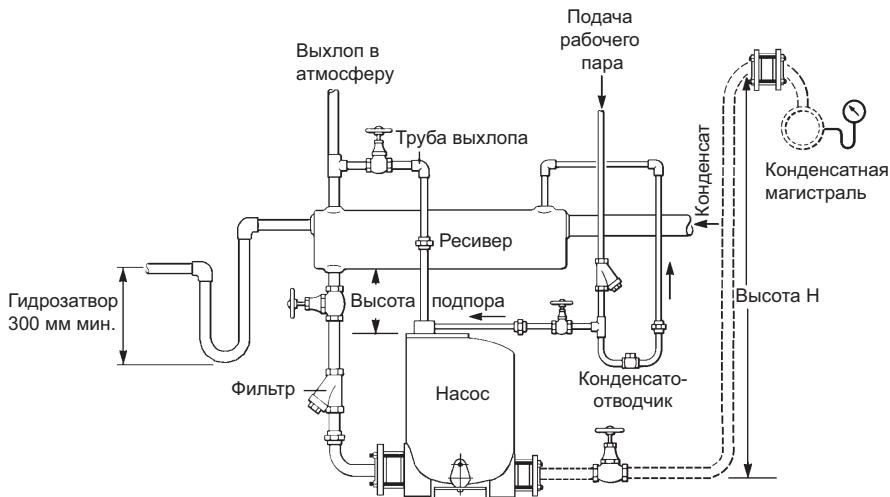

Рис. 2
- Установите насос под дренажируемым оборудованием, направив соединение выхлопа вверх. Насос должен быть установлен с рекомендуемой высотой подпора 300 мм (вертикальное расстояние между срезом крышки насоса и дном ресивера), как показано на Рис. 2. Для определения другой высоты подпора необходимо сверится с таблицей производительности насоса, так как при снижении высоты подпора, производительность насоса уменьшается см. TI-5-030-US.
или ресивера, как на Рис. 2. Для точного определения размера ресивера/резервуара используйте таблицу "Размеры ресиверов" на стр. 6. Все соединения входной линии должны быть полностью открыты.
Если конденсатопровод проложен на большой высоте, то в верхней точке трубы, идущей от насоса с общему конденсатопроводу, должен быть установлен дополнительный обратный клапан. Это предотвратит обратный ход воды во время заполнения насоса и, соответственно, гидроудары, которые могут быть результатом такого хода. См. рис. 2.